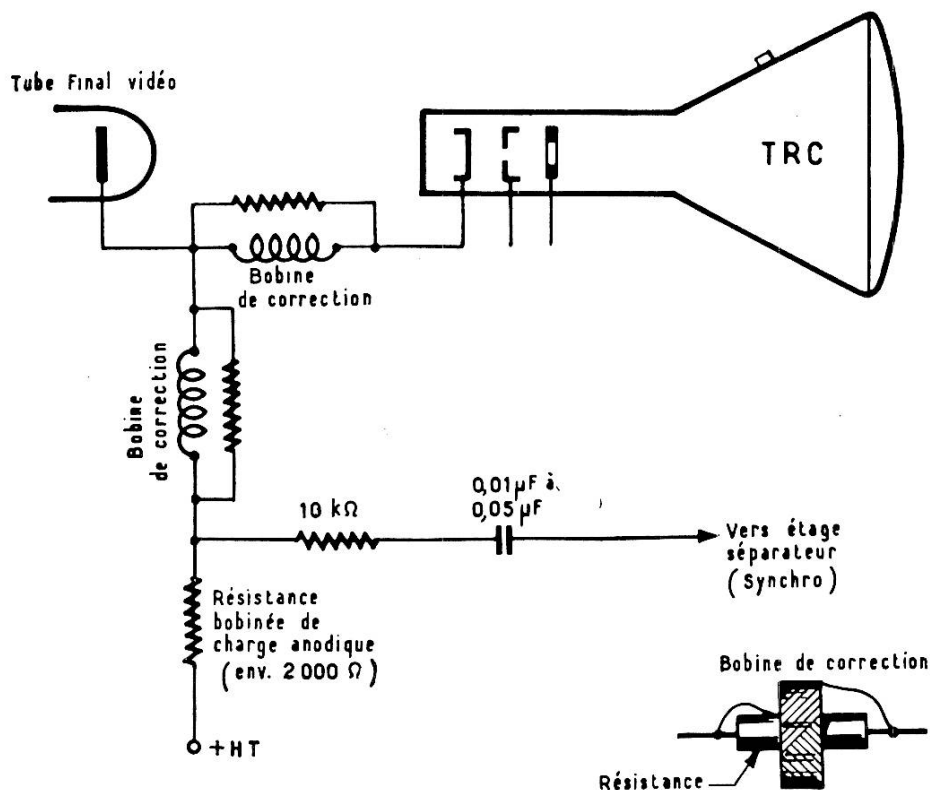

FIG. III-15
Par contre, si la liaison entre l'anode du tube vidéo et la cathode du tube cathodique est *directe* (voir figure III-15), aucun balayage n'est visible sur l'écran (bien que les balayages fonctionnent normalement). En effet, dans ce cas, le retour du circuit de cathode du tube cathodique est coupé, les tensions aux électrodes wehnelt et cathode sont perturbées, et le tube cathodique ne s'éclaire pas ; on ne peut donc pas voir le balayage, bien qu'il existe.
b) soit dans une bobine de correction (généralement, petit nid d'abeille bobiné sur le corps d'une résistance ; voir figure III-15) ; bien vérifier les sorties du bobinage aux endroits où elles viennent se souder aux fils de la résistance.